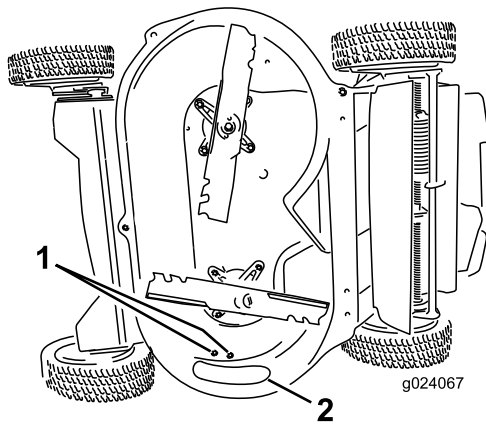

Figura 7
1. Retire los 2 pernos de cabeza hexagonal (3/8 pulgada) que sujetan el conjunto de la puerta de descarga lateral a la carcasa de corte (Figura 7), y retire la puerta de descarga lateral de la máquina.